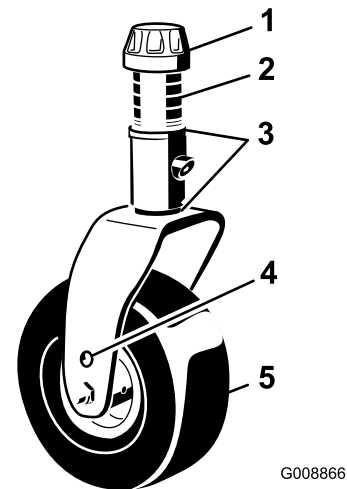

Figure 32
3. Ajoutez ou retirez des cales de 3 mm sur la fourche d'une ou de plusieurs roues pivotantes pour que la hauteur de coupe corresponde à celle indiquée sur l'autocollant (Figure 32) ; voir Réglage de la hauteur de coupe \(page 28\).